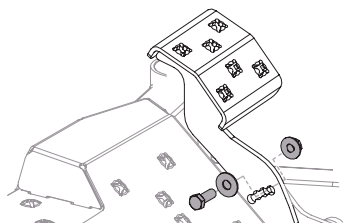

Figure 41
2. Retirez le boulon hexagonal, la rondelle et l'écrou hexagonal près du centre de la pédale (Figure 41).
4. Réinstallez le matériel précédemment retiré et serrez l'écrou à 38-47 N-m (28-35 lb-pi) (Figure 41).